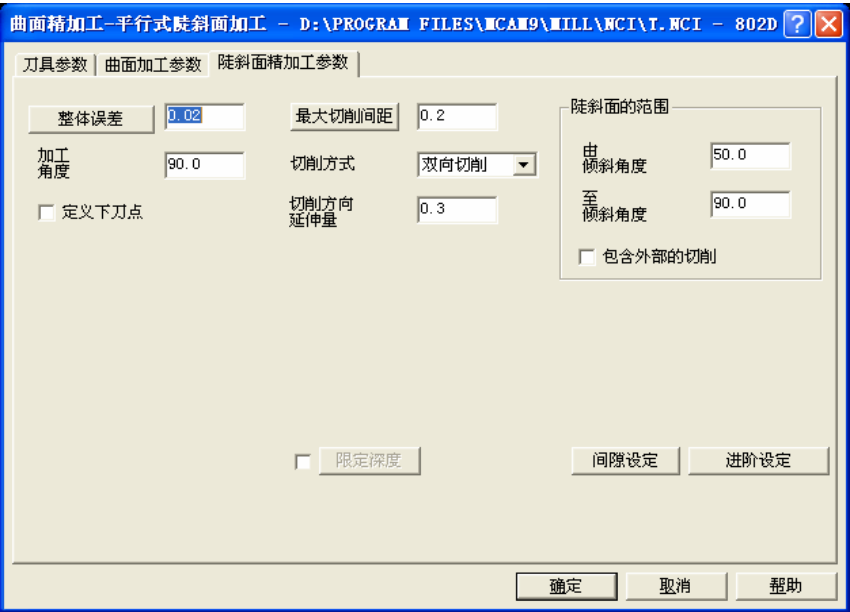

图 1-80 陡斜面精加工参数
5) 在“陡斜面精加工参数”选项卡中输入最大切削间距: 0.2, 切削方式: 双向切削, 切削方向延伸量: 0.3, 加工角度: 90.0, 陡斜面的范围: 由倾斜角度 50.0 至倾斜角度 90.0, 如图 1-80 所示。